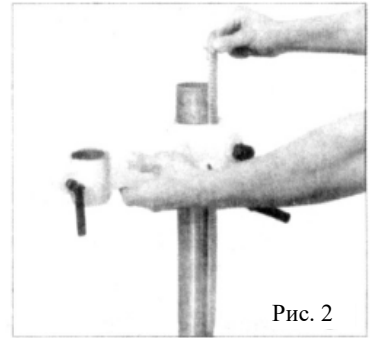

Рис. 2
2.2 Установите консоль стола вместе с зубчатой рейкой. Рис. 2.